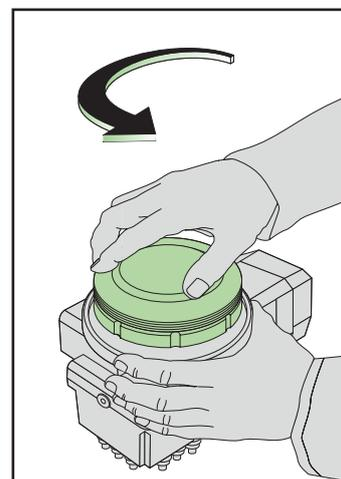

fig.6
2. Enlever la cartouche vide. La cartouche est vissée sur la pompe : pour la retirer, la tourner vers la gauche (sens inverse de la montre) (Fig. 6) ; ensuite, la soulever.